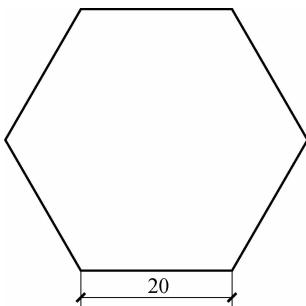

图 3-11 绘制正六边形
(1) 边(E): 表示以边长的方式来确定正多边形。例如, 绘制如图 3-11 所示的正六边形。